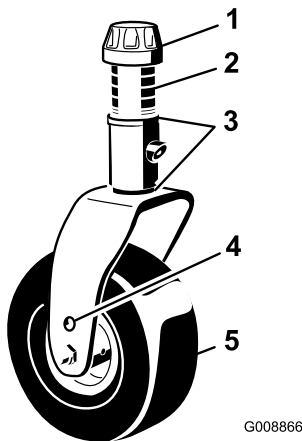

Bild 105
1. Entfernen Sie die Spannkappe von der Spindelwelle und ziehen die Spindel aus dem Laufradarm heraus (Bild 105).